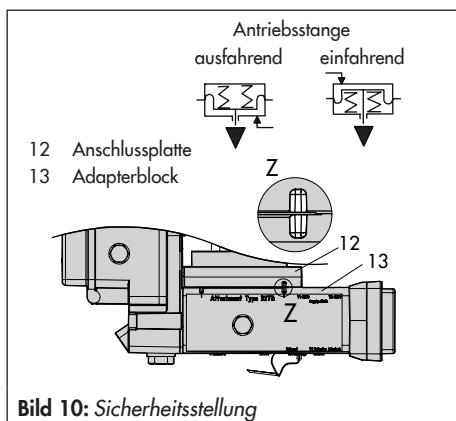

Bild 10: Sicherheitsstellung
- Schrauben (13.1) durch die mittigen Bohrlöcher des Adapterblocks (13) führen.
- Anschlussplatte (12) zusammen mit Dichtung (12.1) entsprechend der Sicherheitsstellung „Antriebsstange ausfahrend“ oder „Antriebsstange einfahrend“ auf die Schrauben (13.1) stecken. Es ist die Sicherheitsstellung aktiv, bei der die Nut von Adapterblock (13) mit der der Anschlussplatte (12) übereinstimmt (Bild 10).